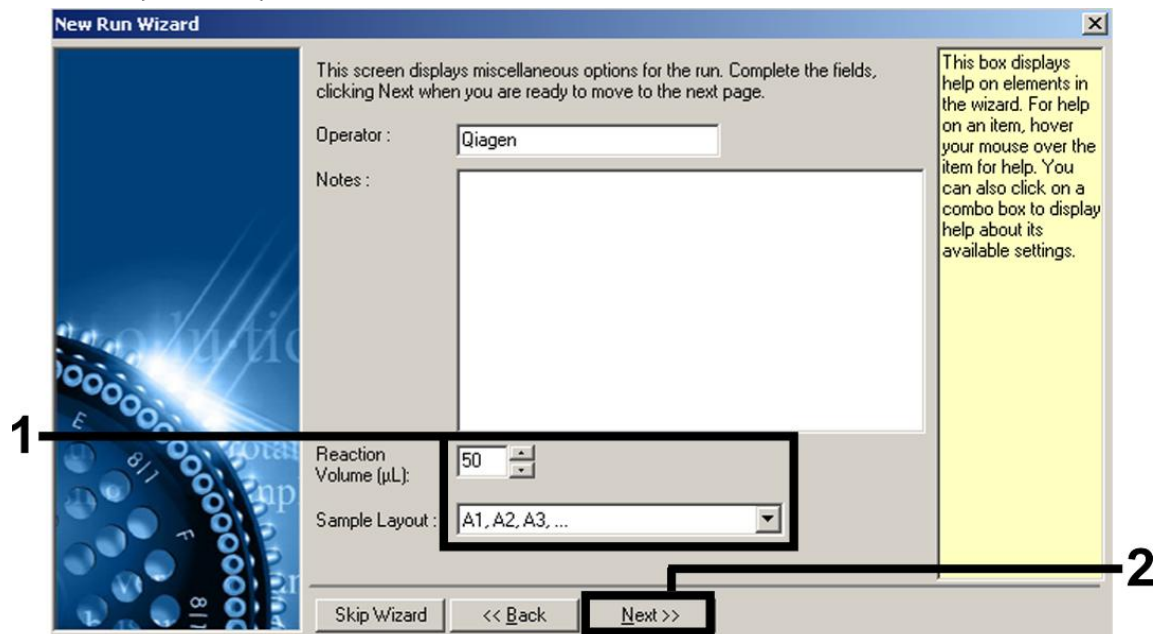

Abbildung 5. Einstellen allgemeiner Assay-Parameter.
7. Wählen Sie als Volumen der PCR-Reaktion „50“ und klicken Sie auf „Next“ (Abb. 5).